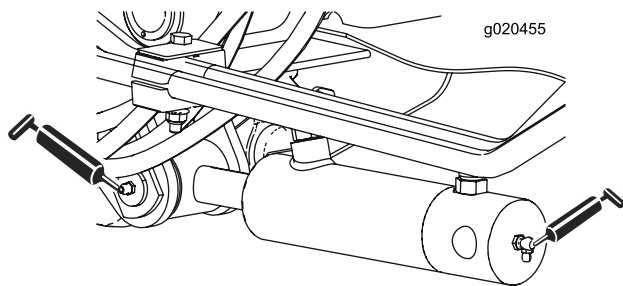

Figura 45
- 2 (su ciascun lato) boccole orientabili del cilindro del braccio di sollevamento (Figura 45)